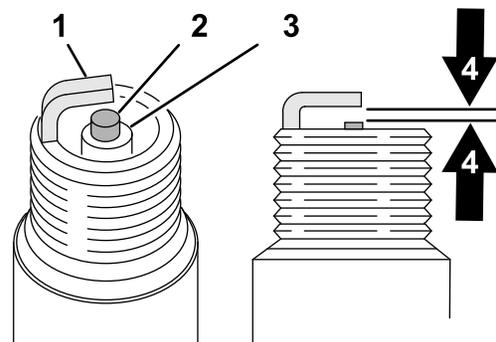

Bild 30
- 4. Untersuchen Sie die Zündkerze auf Verschleiß oder Beschädigung (Bild 30).
- 5. Prüfen Sie den Zündkerzenabstand mit einer Feühlerlehre (Bild 30).